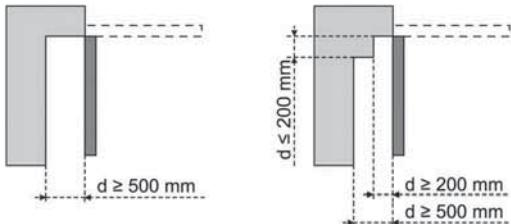

Figure 4 - Distance de sécurité
ZONE 3 Risque de coupure et de coinçement à l'ouverture avec une partie fixe attenante	Supprimer tous les points d'accrochage et tous les bords coupants de la surface du tablier Supprimer tout jour de dimension ≥ 8 mm ou ≤ 25 mm La protection contre l'écrasement avec une partie fixe avoisinante peut se faire par : - détection d'obstacle intrinsèque à la motorisation. Valider impérativement que la détection d'obstacle est conforme à l'annexe A de la norme EN 12 453) - des distances de sécurité (voir Fig. 4)
3.1 Hauteur d'installation - Fig. 4